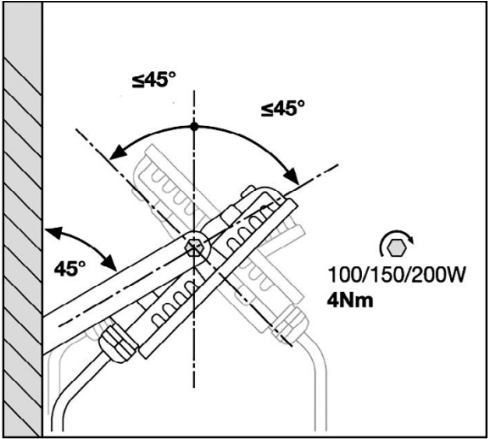
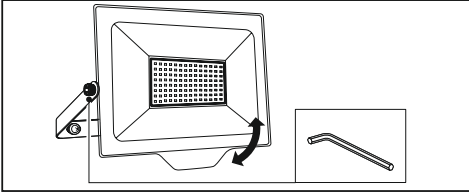

Рис. 2
Рис. 3
- 5.12 Закрепить осветительный прибор на устанавливаемой поверхности, ослабить боковые винты с помощью шестигранника, отрегулировать угол наклона осветительного прибора (рис. 2), после чего надежно затянуть боковые винты (рис. 3).